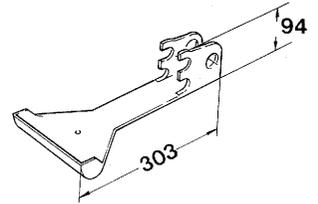

Fig. 22a
- b) Levier de freinage (fig. 22a) pour toute combinaison avec RE/REV 30.